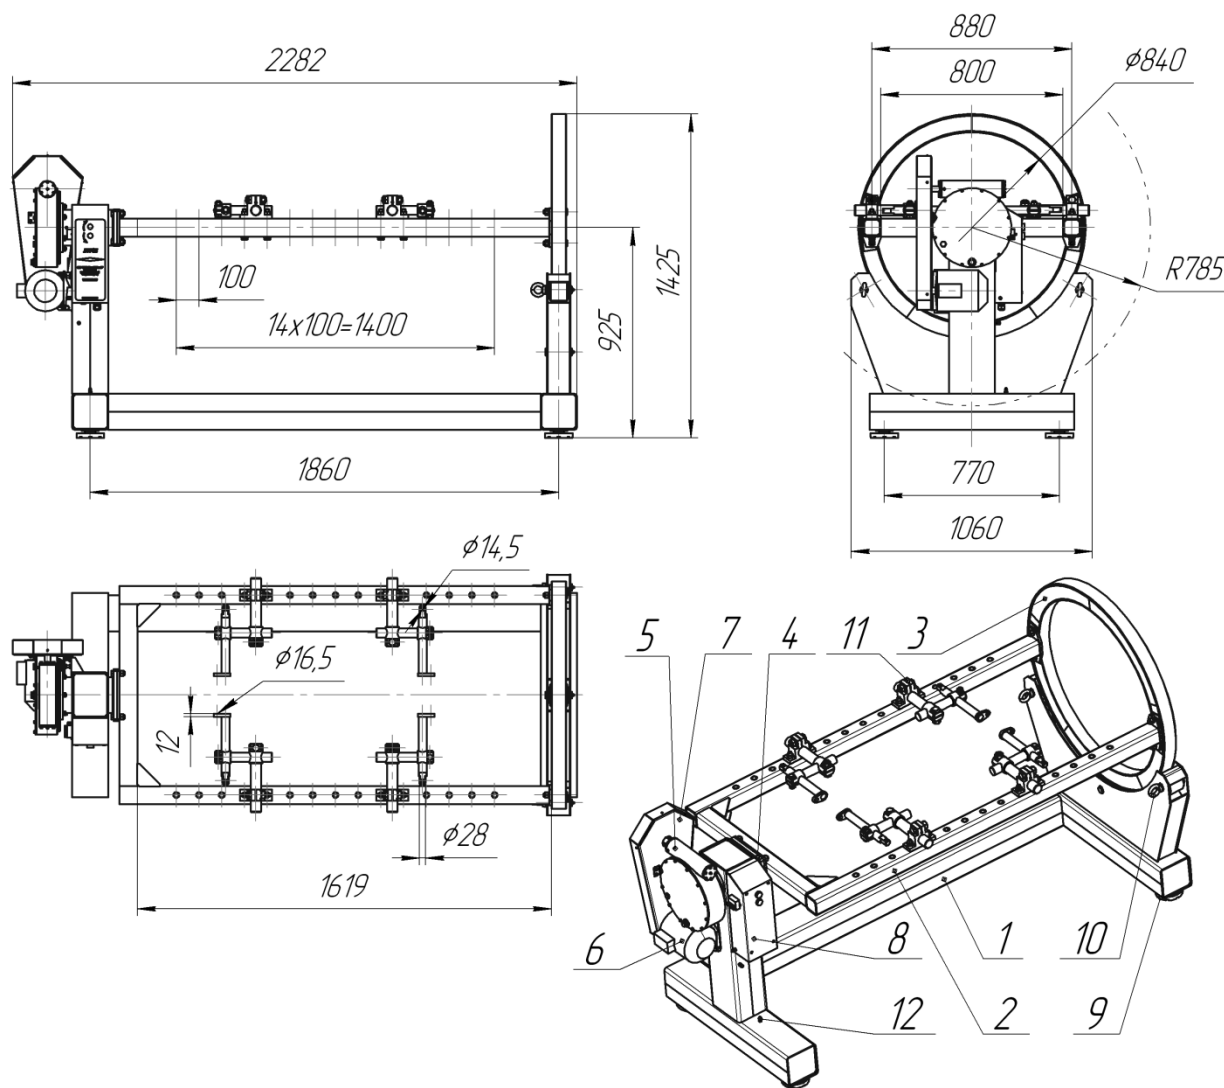

Рис. 1 Стенд P770E
4.1. Двигатель, установленный через адапторы 11 (рис. 1) на траверсу 2, поворачивается вращением тихоходного вала червячного редуктора 5 в положение наиболее удобное для работы. Редуктор соединен с траверсой шпинделем 4. С противоположной стороны траверса жестко закреплена с опорным кольцом 3. Кольцо опирается на три ролика, закрепленных в раме 1. Вращение быстроходного вала червячного редуктора осуществляет электродвигателем 6 через клиноременную передачу.